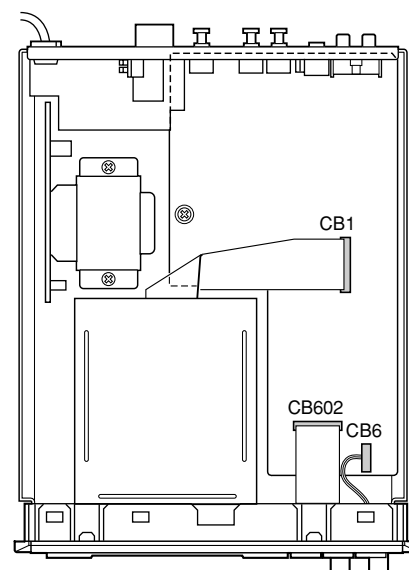

Fig. 2
a. Remove 2 connectors (CB6, CB602) in Fig. 2.
a. コネクターを2ヶ所 (CB6, CB602)を外します。( Fig. 2 )
a. Remove 1 connector (CB1) in Fig. 2.
a. コネクターを1ヶ所 (CB1)を外します。( Fig. 2 )